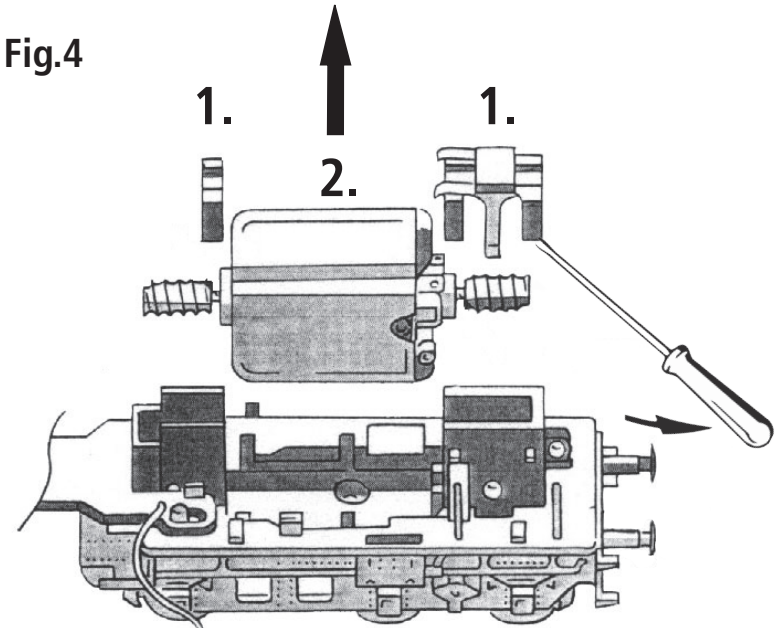

Fig. 1
**Auspacken des Modells:** Das Modell vorsichtig mit der Folie aus der Packung herausziehen (Fig. 1).
**Unwrap model:** Take the loco carefully out of the packing with the help of the foil (fig. 1).
**Déballage du modèle:** Veuillez sortir la locomotive de son emballage avec précaution et à l'aide du film transparent (voir fig. 1).